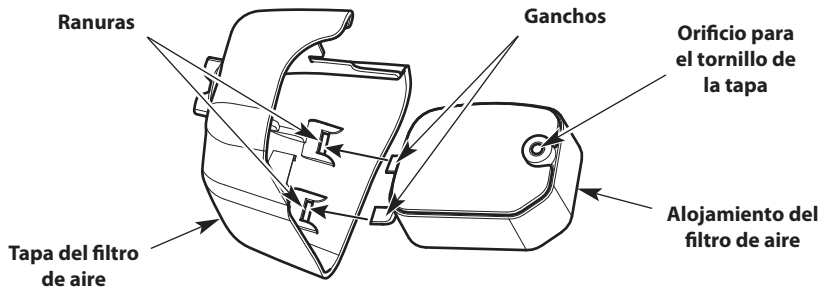

Fig. 27
7. Inserte los ganchos del alojamiento del filtro de aire dentro de las ranuras de la tapa del filtro de aire (Fig. 27).
8. Debe girar la tapa del filtro de aire hacia la derecha y alinear el tornillo de la cubierta con el orificio destinado a dicho tornillo (Fig. 27). Apriete el tornillo de la tapa para sujetar dicha tapa.